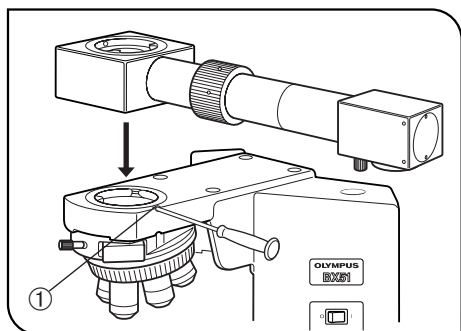
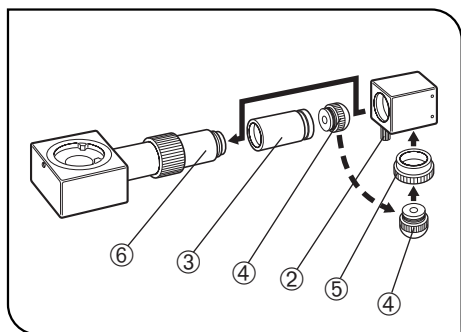

Fig. 1
Fig. 2
(Fig. 1)
1. A l'aide du tournevis Allen fourni avec le statif microscope, desserrer complètement la vis de fixation ① du statif microscope.
3. Selon la configuration désirée, orienter la monture de telle sorte que le boîtier miroir du module soit situé à gauche ou à droite du microscope (vu de l'avant). (La Fig. 1 représente la configuration "main droite").
4. Resserrer à fond la vis de fixation ① avec le tournevis Allen.
★ La bague d'adaptation optique (Fig. 2 ⑤) n'est pas utilisée car elle provoque le vignetage de l'image projetée.
(Fig. 2)